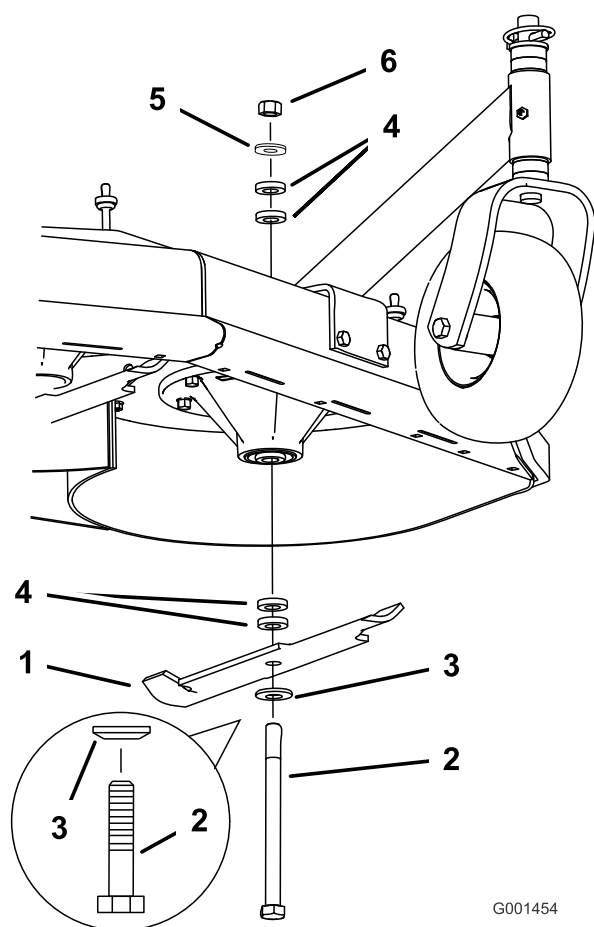

Рисунок 15
количество проставок, как необходимо (Рисунок 15).
- Установите болт, изогнутую шайбу, нож, добавьте дополнительное количество проставок и закрепите их с помощью тонкой шайбы и гайки (Рисунок 15).